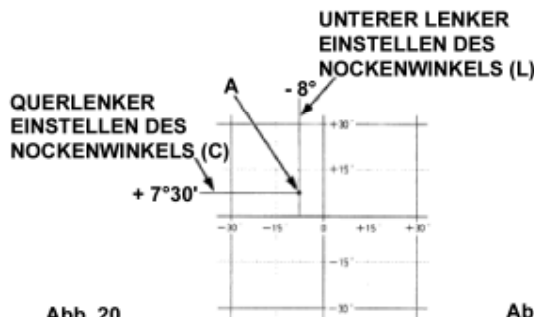

Abb. 20
3. Die vertikale Linie des gemessenen Nachstellexzenterwinkels des unteren Dreieckslenkers und die Linie des Nachstellexzenterwinkels des Dreieckslenkers in das Diagramm zeichnen und den Schnittpunkt (A) ermitteln (Abb. 20).